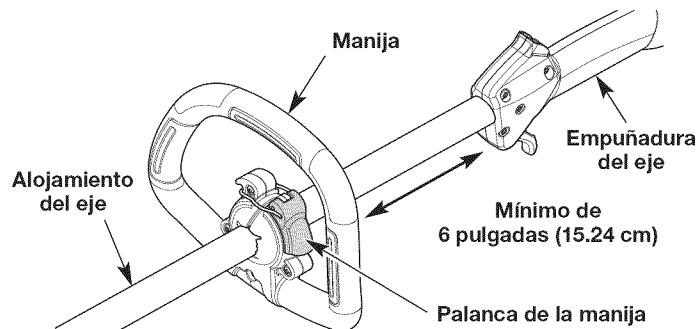

Fig. 2
1. Voltee la palanca de la manija hacia arriba para aflojarla (Fig. 2).
2. Mientras sujeta la unidad en la posición de funcionamiento (Fig. 13), desplace la manija hasta la ubicación que le ofrece el mejor agarre. Ubíquela como mínimo a 6 pulgadas (15.24 cm) del extremo de la empuñadura del eje (Fig. 2).
3. Inclíne la manija como desee (Fig. 2).